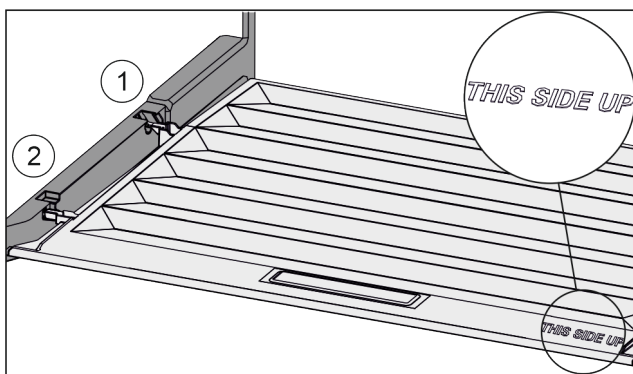

Fig. 127
- ▶ Вставити поперечні ребра через отвір заднього тримача Fig. 127 (1) і зафіксувати спереду у тримачі Fig. 127 (2).